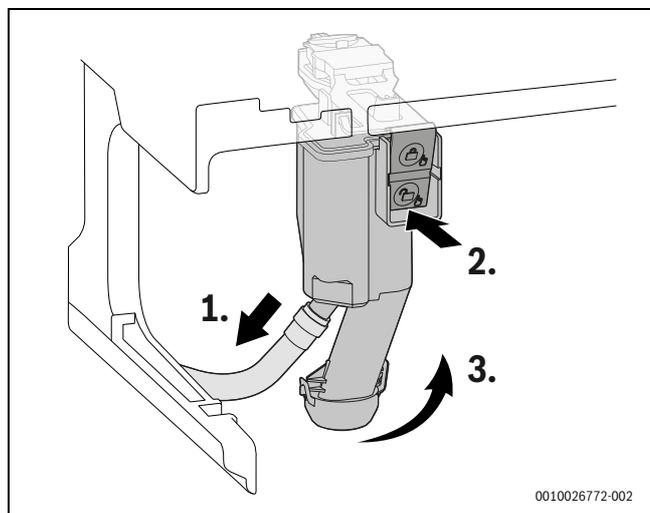

Fig. 141 Smontaggio del sifone per la condensa
- ▶ Rimuovere il sifone per la condensa dall'apparecchio (→ fig. 141, pagina 76).